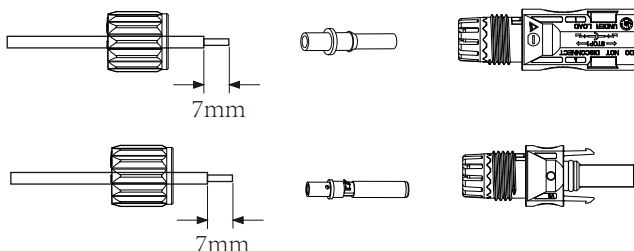

Abbildung 5.3 Demontieren Sie die Überwurfmutter des Steckers
a) Isolieren Sie den PV-Draht 7 mm ab, demontieren Sie die Überwurfmutter des Steckverbinders und fädeln Sie einen PV-Draht durch die Überwurfmutter des Steckverbinders (siehe Abbildung 5.3). Wiederholen Sie diesen Vorgang mit allen PV-Drähten und achten Sie dabei besonders auf die Polarität des Steckers.